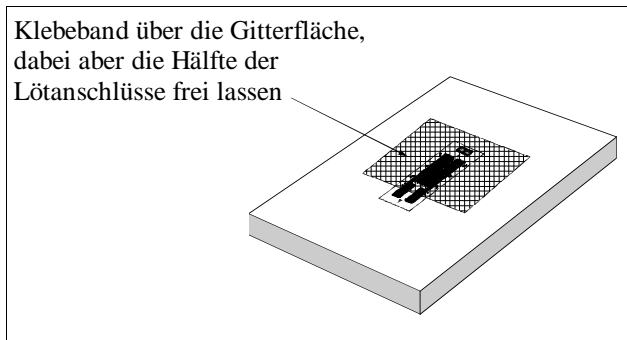

Abbildung 11
2. Wenn die DMS-Oberfläche nicht durch eine Schicht Klebstoff während des Klebens abgedeckt wurde, muss sie gegen Flußmittel und Lötspitzer geschützt werden. Legen Sie entsprechend viel Kreppklebeband (Micro Measurements PDT-1) über die DMS-Fläche. Lassen Sie, wie in Abb. 11 gezeigt, etwa die Hälfte der Lötanschlüsse offenliegend.